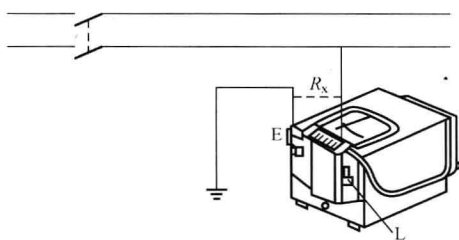

图 1-9 测电路绝缘电阻
1) 测量电路绝缘电阻时，将 L 端与被测端相连，E 端与地相连，如图 1-9 所示。